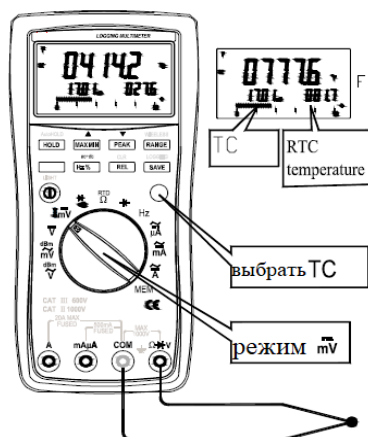

Рис. 15 Режим измерение температуры (ТС)
4. Считать результат с экрана ЖК дисплея (рис.15). Температура отображается на главном экране, термоэлектрический потенциал на первом вспомогательном экране и температура окружающей среды на втором вспомогательном (если функц. RJC включена). Пользователь может задать статус RJC - открыто или закрыто (см. Раздел 9).